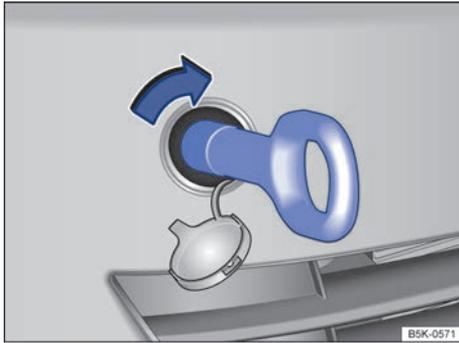

Fig. 189 En el lado derecho del paragolpes delantero: enrosca la argolla de remolque.
El alojamiento de la argolla de remolque enrosca se encuentra en el lado derecho del paragolpes delantero detrás de una tapa → **fig. 189**.
- Enrosque la argolla de remolque en el alojamiento → **fig. 189** girándola al máximo **en el sentido de las agujas del reloj** → **⌚**. Utilice un objeto adecuado con el que pueda enrosca completa y firmemente la argolla de remolque en su alojamiento.